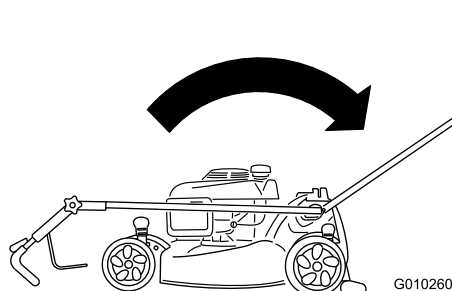

Figure 56
2. Amenez le guidon à la position verticale (Figure 56).